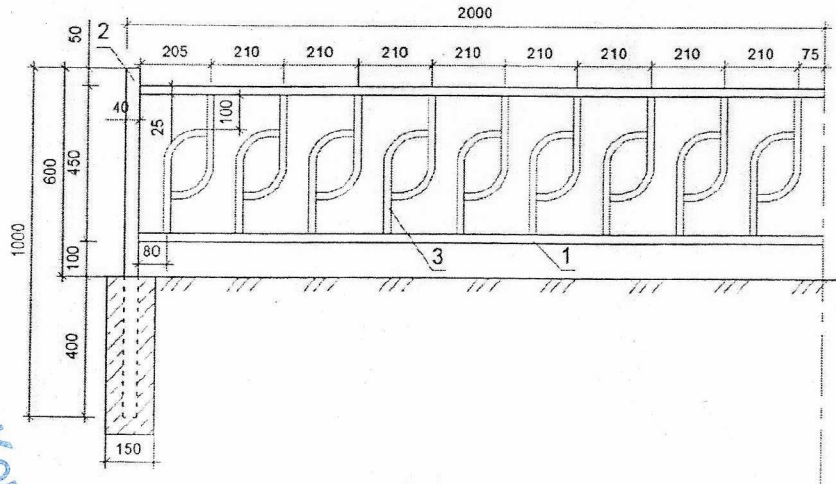

Рис. 1
2.1 Основные габаритные размеры (рис. 1):
5.1. Секции ограждения клумб (тип №1) изготовлены в соответствии с эскизом (рис. 1) и признаны годными к эксплуатации.